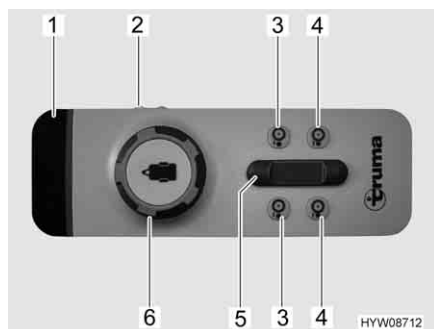

Fig. 7 Telecomando
Il veicolo viene comandato tramite un pomello girevole e un regolatore a scorrimento posizionati sul telecomando (Fig. 7). La seguente tabella descrive la funzione dei singoli elementi di comando/indicazione:
- Spostare l'interruttore a scorrimento (Fig. 7,2) del telecomando su "ON". Il LED verde 4 (Fig. 7,1) lampeggia per circa 5 secondi, quindi rimane acceso. Il sistema di manovra è ora pronto all'uso.
- Su entrambi i lati, avvicinare i rulli di trasmissione alle ruote, premendo contemporaneamente gli appositi tasti (Fig. 7,4) per circa 3 secondi.
- Spostare il veicolo nella posizione desiderata tramite il pomello girevole (Fig. 7,6) e il regolatore a scorrimento (Fig. 7,5). Il veicolo viene movimentato e frenato senza problemi.
- Sui due lati, ruotare i rulli di trasmissione retraendoli dai pneumatici. A tale scopo, premere gli appositi tasti (Fig. 7,3) per circa 3 secondi.
- Spostare l'interruttore a scorrimento (Fig. 7,2) del telecomando su "OFF".